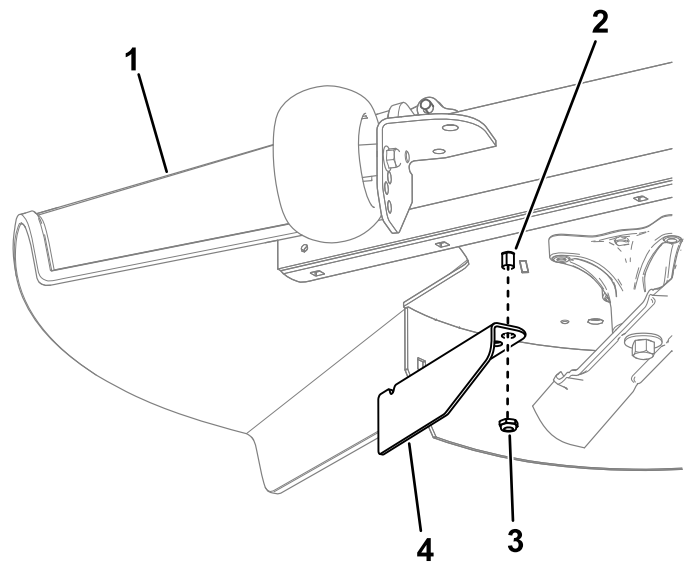

Bild 15
10. Entfernen Sie die Mutter von der Ablenklechstange unter dem Mähwerk (Bild 15).
11. Verwenden Sie die Mutter, um das Versatzablenklech an der Ablenklechstange am äußeren Loch des Ablenklechs (Bild 15) zu montieren.